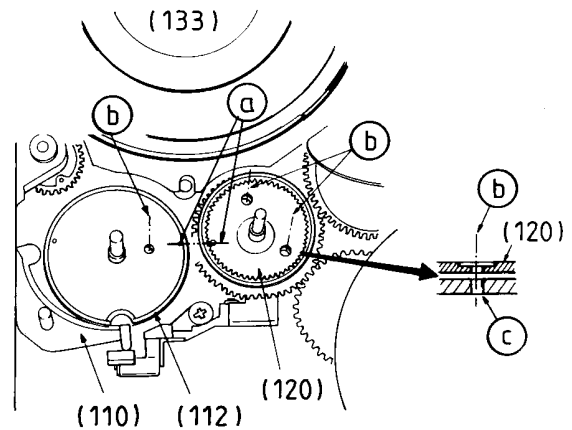
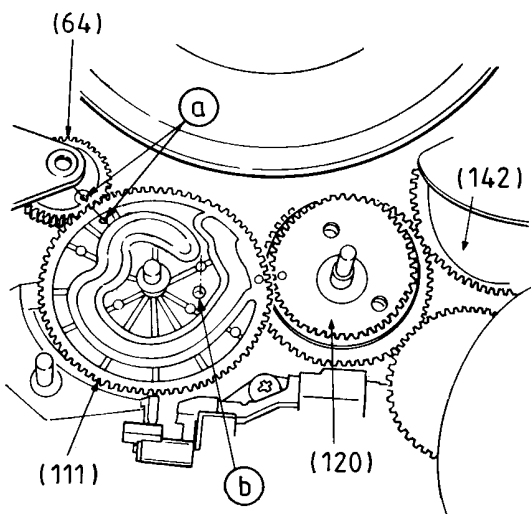

Fig. 45
Fig. 46
6.1 Kurvenrad (112), Ringrad (120), Sperrhebel (110)
- Ringrad (120) so einbauen, daß die Markierungslöcher (b) im Ringrad mit den Markierungslöchern (c) im Laufwerk übereinstimmen (Fig. 45).
- Kurvenrad (112) so einbauen, daß das Markierungsloch (b) mit dem Markierungsloch (c) im Laufwerk übereinstimmt und das Markierungsloch (a) dem Markierungsloch (a) des Ringrades gegenübersteht.
- Sperrhebel (110) einsetzen.
6.2 Kurvenrad (111), Untersetzungszahnrad (64)
- Untersetzungszahnrad (64) von der Oberseite des Laufwerks einsetzen (Fig. 46).
- Kurvenrad (111) so auf das Kurvenrad (112) stecken, daß sich die Markierungslöcher (a) des Kurvenrades (111) und des Untersetzungszahnrads (64) gegenüberstehen. Gleichzeitig müssen die Markierungslöcher (b) der Kurvenräder (111) und (112) genau übereinanderliegen (Fig. 46).
6.1 Sub Cam Gear (112), Ring Gear (120), Detent Arm (110)
- Fit the ring gear (120) so that the holes (b) in the ring gear are in line with the holes (c) in the chassis of the drive mechanism (Fig. 45).
- Insert the sub cam gear (112) so that the hole (b) is in line with the hole (c) in the chassis and that the hole (a) is opposite hole (a) of the ring gear.
- Insert the detent arm (110).
6.2 Main Cam Gear (111), Pinch Speed Down Gear (64)
- Fit the pinch speed down gear (64) from the top of the chassis (Fig. 46).
- Put the main cam gear (111) onto the sub cam gear (112) so that the holes (a) of the main cam gear (111) and the pinch speed down gear (64) lie opposite each other. The marking holes (b) of the cam gears (111) and (112) have to lie exactly on top of each other (Fig. 46).